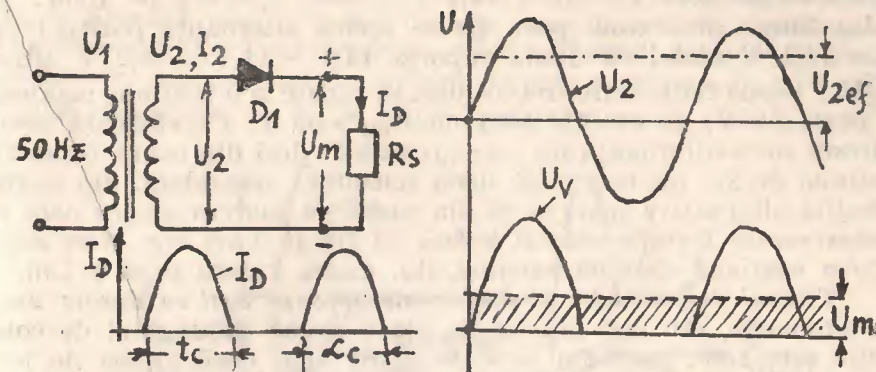

Fig. 4.1.
1. Redresarea monoalternanță cu sarcina rezistivă (v. fig. 4.1).
Timpul de conducție al diodei este aproape egal cu durata unei semialternanțe, (10 ms) practic se poate spune că unghiul de conducție este 180° , așa cum se vede în fig. 4.1. oscilograma de jos, avînd valoarea medie pe perioadă egală cu $I_D = U_m/R_s$ și valoarea de vîrf $I_{DV} = \sqrt{2}U_2/R_s$